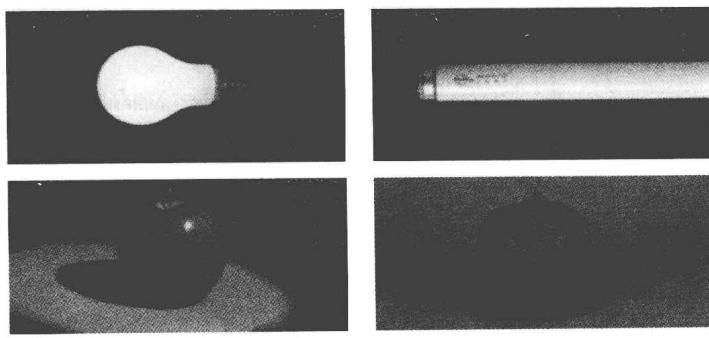

图 1-2 不同光源形成的不同的照射效果
(1) 通过不同的光源指向性和扩散性形成不同的照射效果，如图1-2所示。